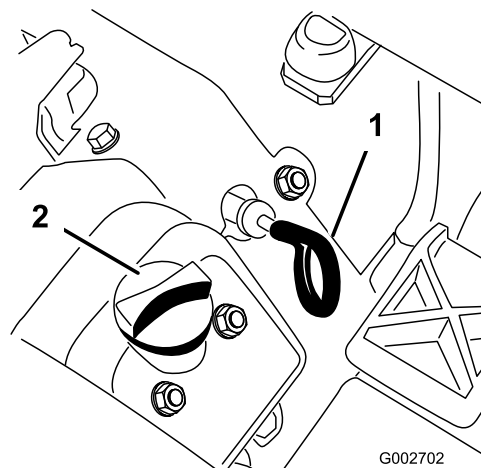

Рисунок 14
3. Извлеките шуп (Рисунок 14) и протрите его чистой ветошью.